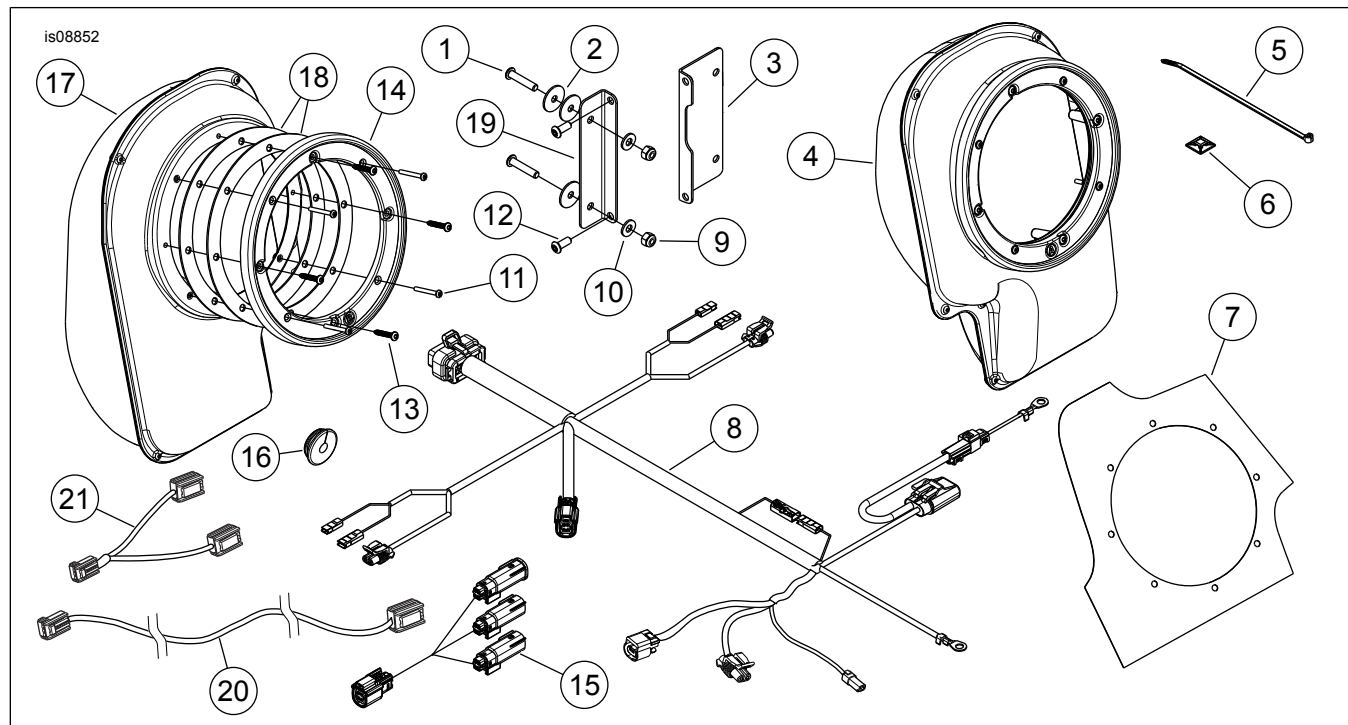

Figura 9. Piezas de servicio: Kit de instalación de adición de altavoces
5. Consulte Figura 9. Instale la pieza de soporte (3) en el lado del conector del amplificador (el amplificador se vende por separado). Asegure con tornillos (12). Apriete los tornillos a:
- a. Consulte Figura 9. Coloque una junta (18) sobre la superficie exterior. Alinee los agujeros.
- b. Coloque un anillo decorativo (14) sobre la junta y el agujero central. (El anillo decorativo del lado izquierdo está marcado como "A". El anillo decorativo del lado derecho está marcado como "B"). Gire el anillo decorativo de manera que la letra quede en la parte inferior.
- d. Pase la mano por el agujero central. Alinee los agujeros en la caja, la junta (18) y la carrocería. Inserte los tornillos Plastite (13) a través de un agujero ensanchado.
- a. **Configuración de 6 altavoces Stage I:** instale el arnés [296] directamente en el arnés de 16 vías (previamente instalado a través del kit de amplificador del fuselaje), ubicado detrás del asiento del pasajero. **Configuración de 6 altavoces Stage II:** instale el arnés de interconexión de 3 vías (artículo 15, Figura 9) en el arnés de 16 vías (previamente instalado a través del kit de amplificador del fuselaje), ubicado detrás del asiento del pasajero. Instale el arnés [296] en el interconector de 3 vías.